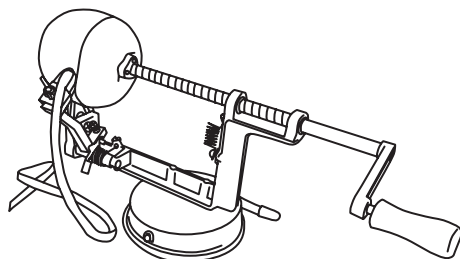

FIGURA 4
6. Gire el mango en el sentido de las manecillas del reloj para comenzar a pelar la manzana (**FIGURA 4**).